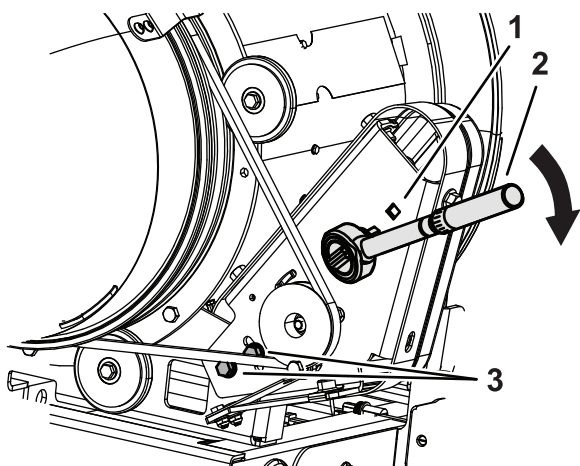

Figura 30
3. Insira a chave dinamométrica no suporte de montagem da polia, como se mostra na Figura 30.